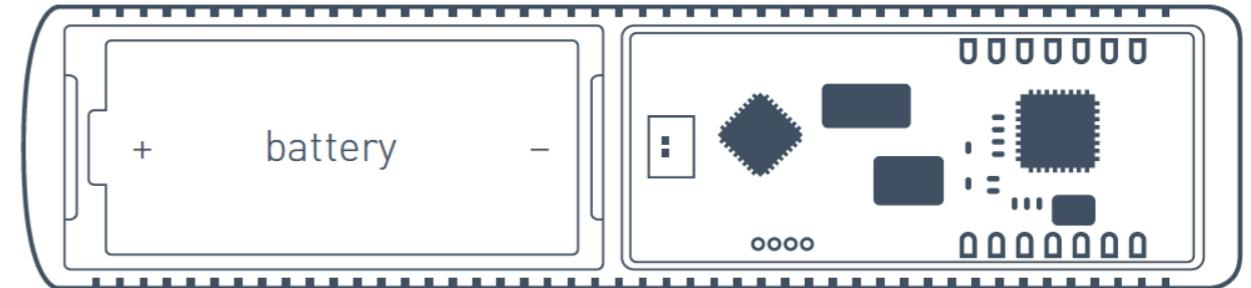

IMAGEN 5. El sensor sin la cubierta trasera.
6.3 Reemplace las baterías a tiempo, si el nivel de la batería es bajo, el sensor envía una señal al sistema de alarma de la unidad del receptor. Cuando la batería se ha agotado, con cada movimiento de detección o detonador de falsa alarma, el sensor emite una indicación enciende una luz y la apaga plácidamente. Para poder reemplazar la batería, desatornille los tres tornillos autoperforantes "3" (IMAGEN 4) y quite la cubierta trasera del sensor. Cambie la «batería» (IMAGEN 5) por una nueva, tipo CR123A observando la polaridad.